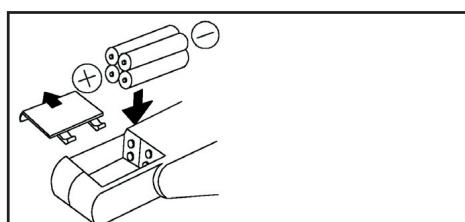

Abb. 1
- Schieben Sie den Deckel des Batteriefachs in die Richtung, die in Abb. 1 gezeigt wird.